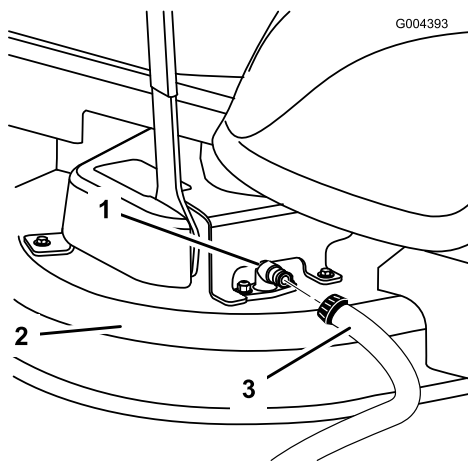

Bild 60
3. Schließen Sie den Schlauch an den Mähwerk-Spülanschluss an und drehen Sie das Wasser mit starkem Druck auf (Bild 60).